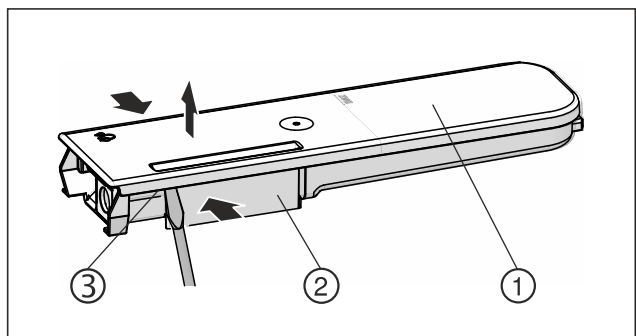

Fig. 174
- ▶ 挤压水容器 Fig. 174 (2)，然后小心地将盖子 Fig. 174 (1) 从锁定凸耳 Fig. 174 (3) 上撬起并向上拉。
- ▶ 略微来回移动盖子 Fig. 174 (1)，然后将其向上取下。